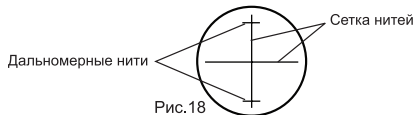

Рис.15
- 1) Используйте нитяной отвес для точной установки инструмента над точкой. (Рис.15)